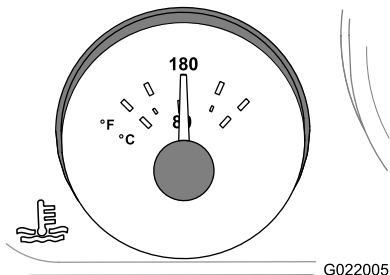

Figura 83
E. Opere o motor durante 5 minutos ou até o indicador de temperatura do líquido de arrefecimento no painel de instrumentos indicar 82°C (180°F) e, em seguida, desligue o motor (Figura 83).